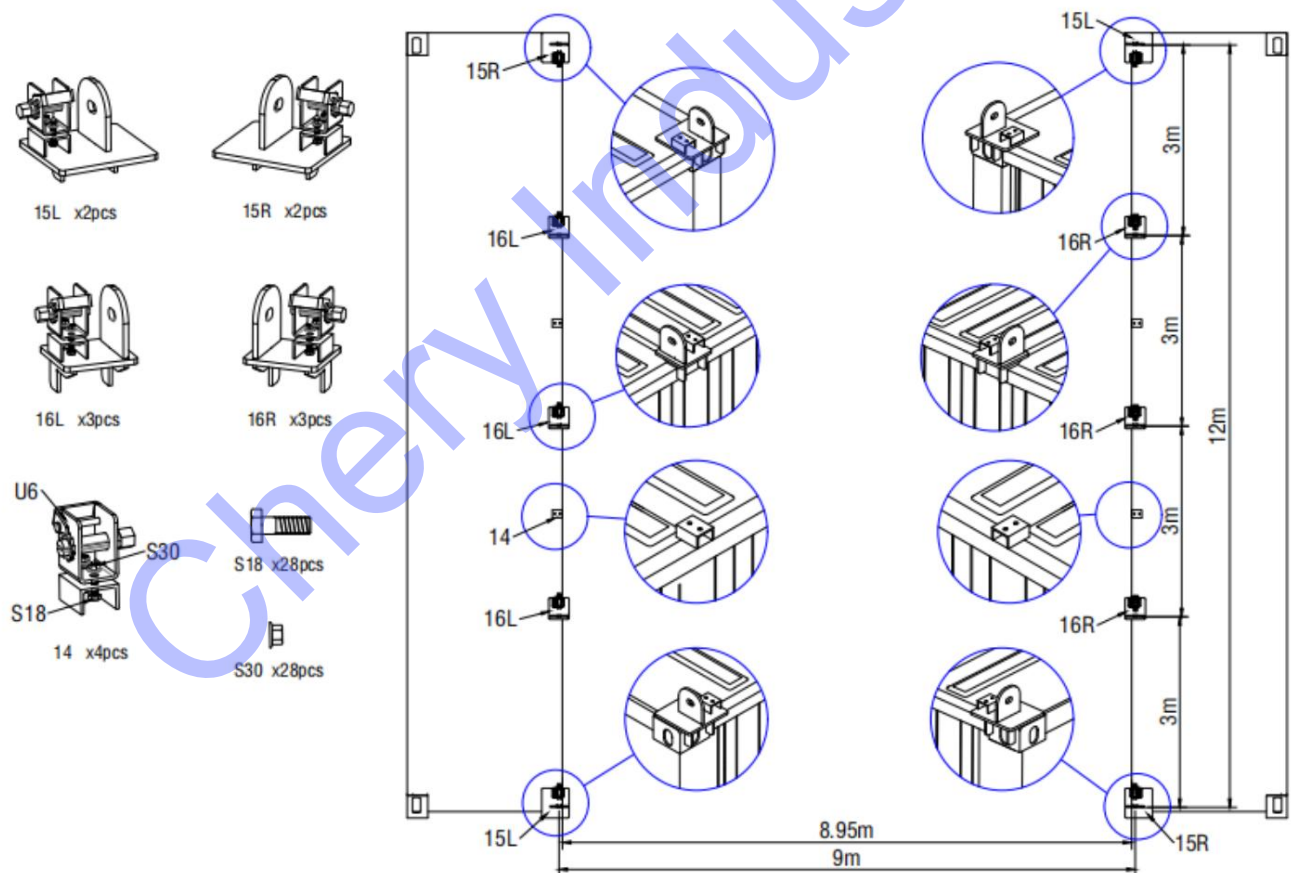

Figure 1
B. Mesurez en diagonale, de centre à centre, les tubes. Ces mesures doivent être identiques à celles de la figure 1 ci-dessous. Les plaques de base (15L/15R/16L/16R) doivent être entièrement soudées à l'intérieur et à l'extérieur. La pièce n° 14 n'a pas besoin d'être soudée au préalable. La position de soudage peut être déterminée en fonction de la position des sangles de la couverture de toit lors de son installation.